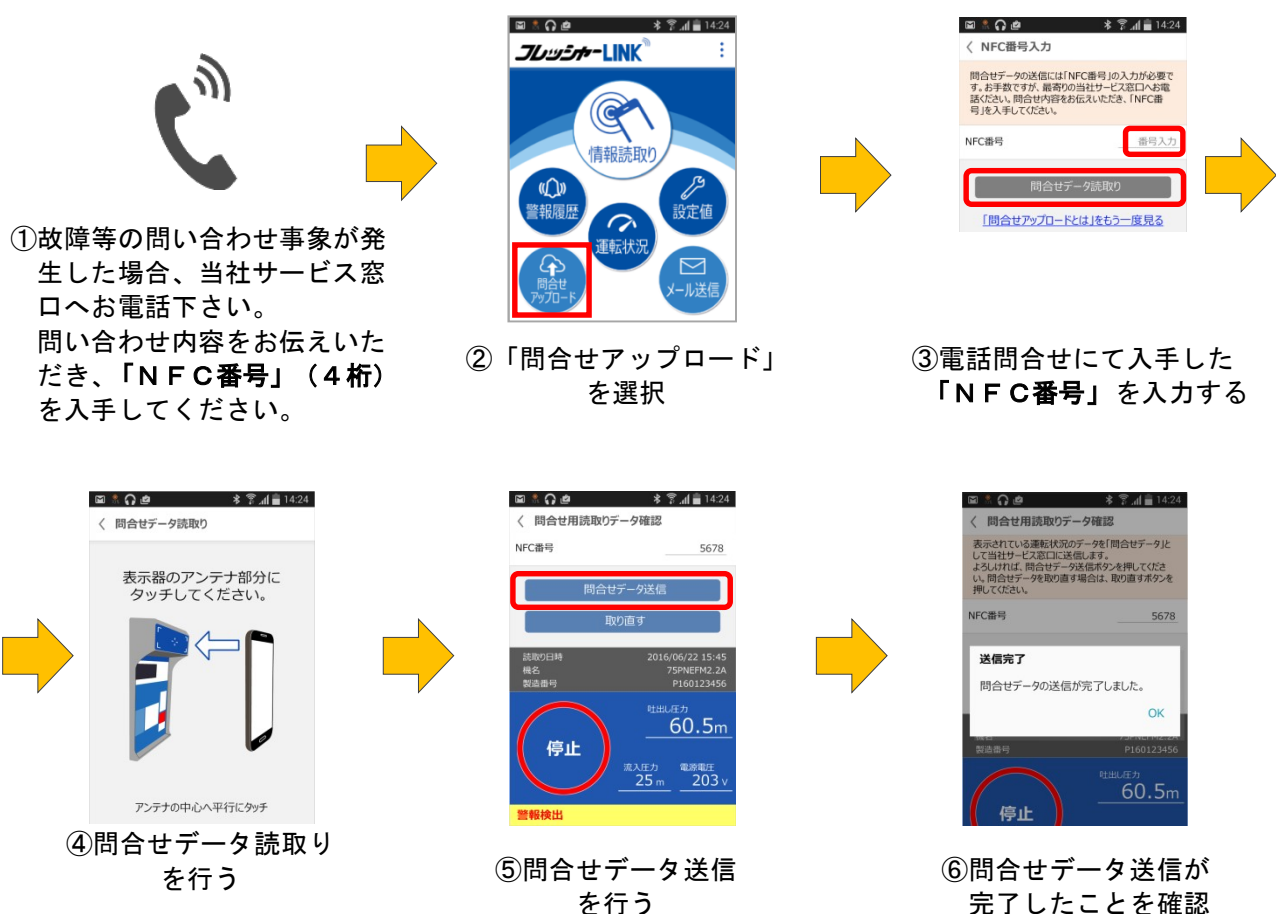

図 21 問合せアップロード
問合せアップロードは図 21 の①～⑥の手順で行ってください。